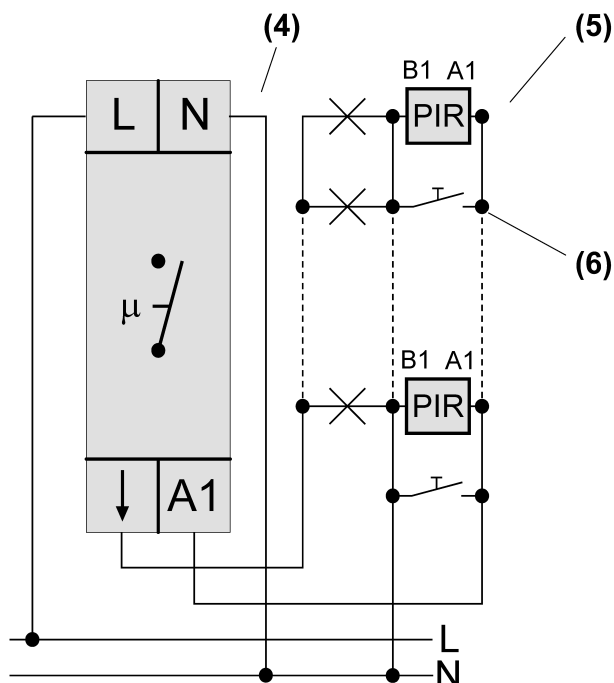
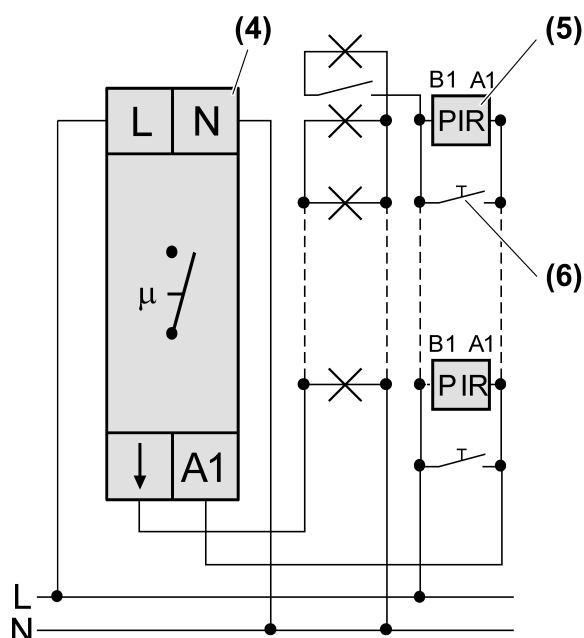
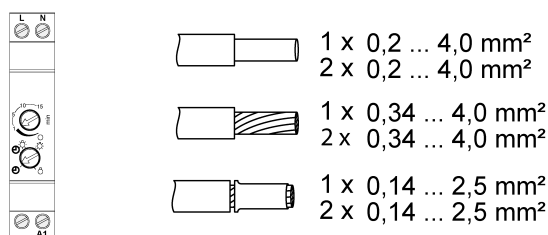
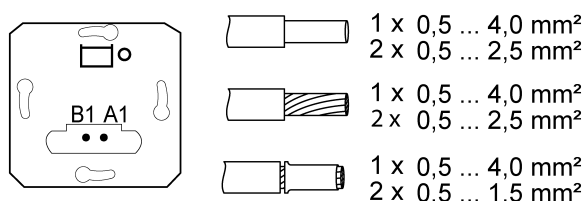

Figura 2: Schema di collegamento del circuito a 3 conduttori
Figura 3: Schema di collegamento del circuito a 4 conduttori
Figura 4: Sezione trasversale conduttore bloccabile interruttore automatico REG
Figura 5: Sezione trasversale conduttore bloccabile modulo impulsi
L'interruttore automatico REG può essere usato per un circuito a 3 conduttori (figura 2) o un circuito a 4 conduttori (figura 3). Il circuito a 4 conduttori ha il vantaggio di avere una spia supplementare a comando separato.
- Prestare attenzione alle sezioni trasversali bloccabili dell'interruttore automatico REG (Figura 4) e del modulo impulsi (Figura 5).
- Montare l'interruttore automatico REG (4) sulla guida DIN.
- Collegare l'interruttore automatico REG (4), il modulo impulsi (5) e i tasti (6) in base allo schema dei collegamenti (figura 2) o (figura 3)